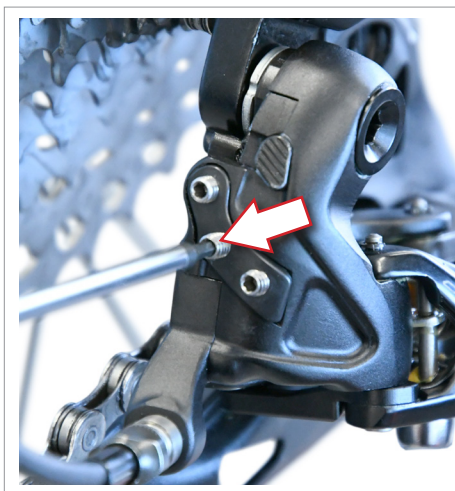
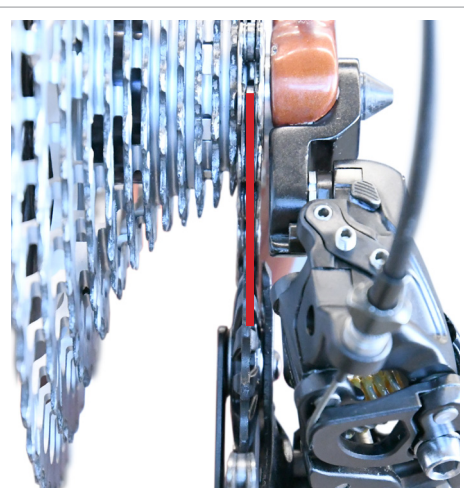

Fig.9
Fig.10
• Tournez la vis (Fig. 9) jusqu'à l'obtention d'un alignement parfait de la ligne médiane du galet supérieur avec le premier pignon (Fig. 10).